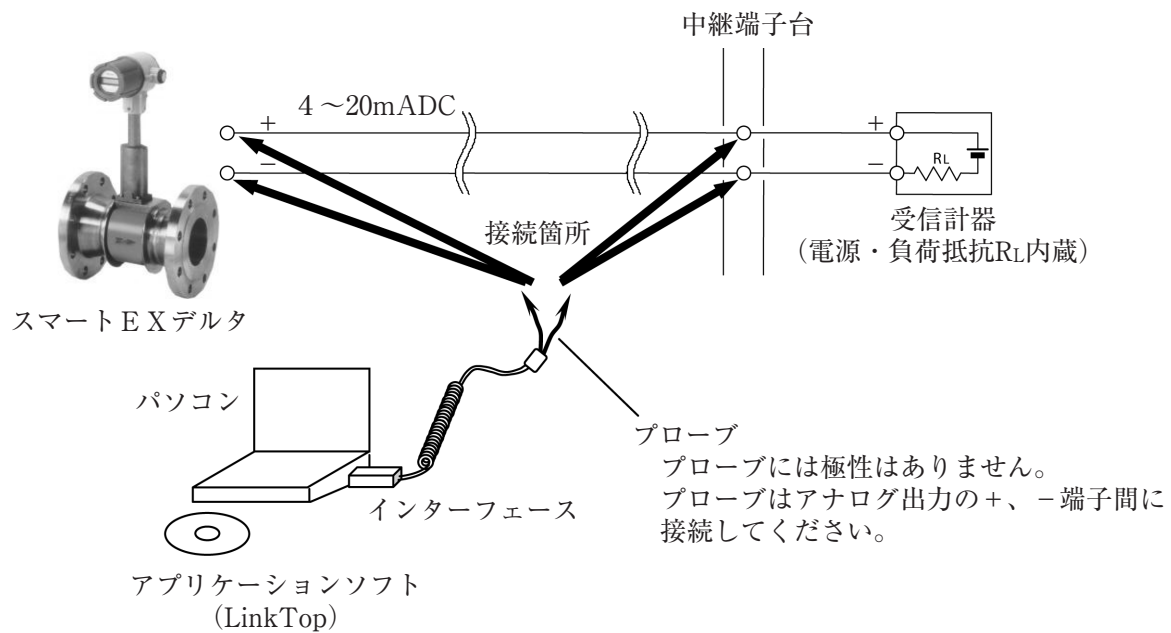

図2
機器の接続は図2のようになります。
(注) 図2中、パソコンはお客様にて準備していただきます。
- ① 流量計変換器、インターフェース、「LinkTop」をインストール済のパソコンを図2のように接続します。
- ② パソコンの画面左下の「スタート」から「プログラム」の中のLinkTop for EX_DELTA(J)をクリックし、アプリケーションを立ち上げます。
- ③ 画面上部メニューの「File(F)」の中の「ポートの設定(I) Ctrl+I」をクリックします。